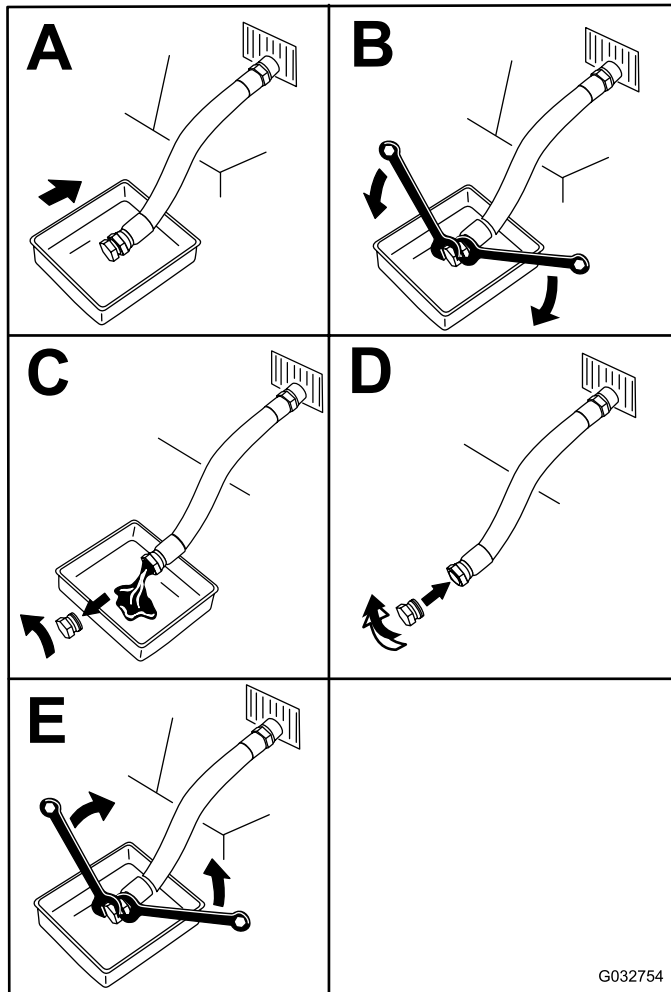

Bild 31
5. Wechseln Sie das Öl (Bild 31).